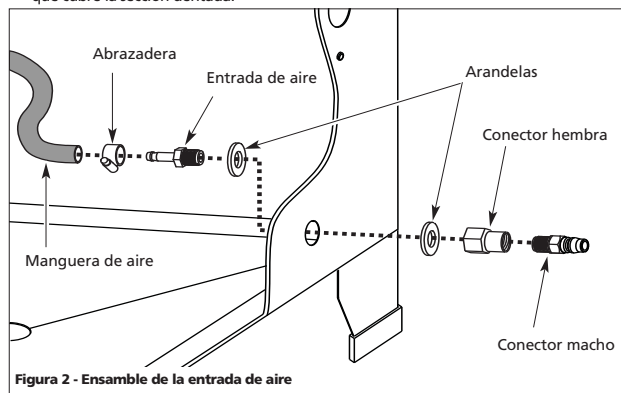

Figura 2 - Ensamblaje de la entrada de aire
de la caja y ajuste en forma segura. Asegúrese de que las partes planas de la llave del conector hembra queden empotradas en la caja (ver Figura 2).
- Coloque los ensambles de la pistola y la manguera en la caja, introduciendo el tubo de inmersión debajo de la bandeja de piezas de tela de alambre. Coloque una arandela en el extremo roscado del conector de entrada de la caja, luego empuje el conector a través del orificio del lado inferior derecho de la caja. Coloque la otra arandela en el extremo que sobresale del conector (via Figura 2).